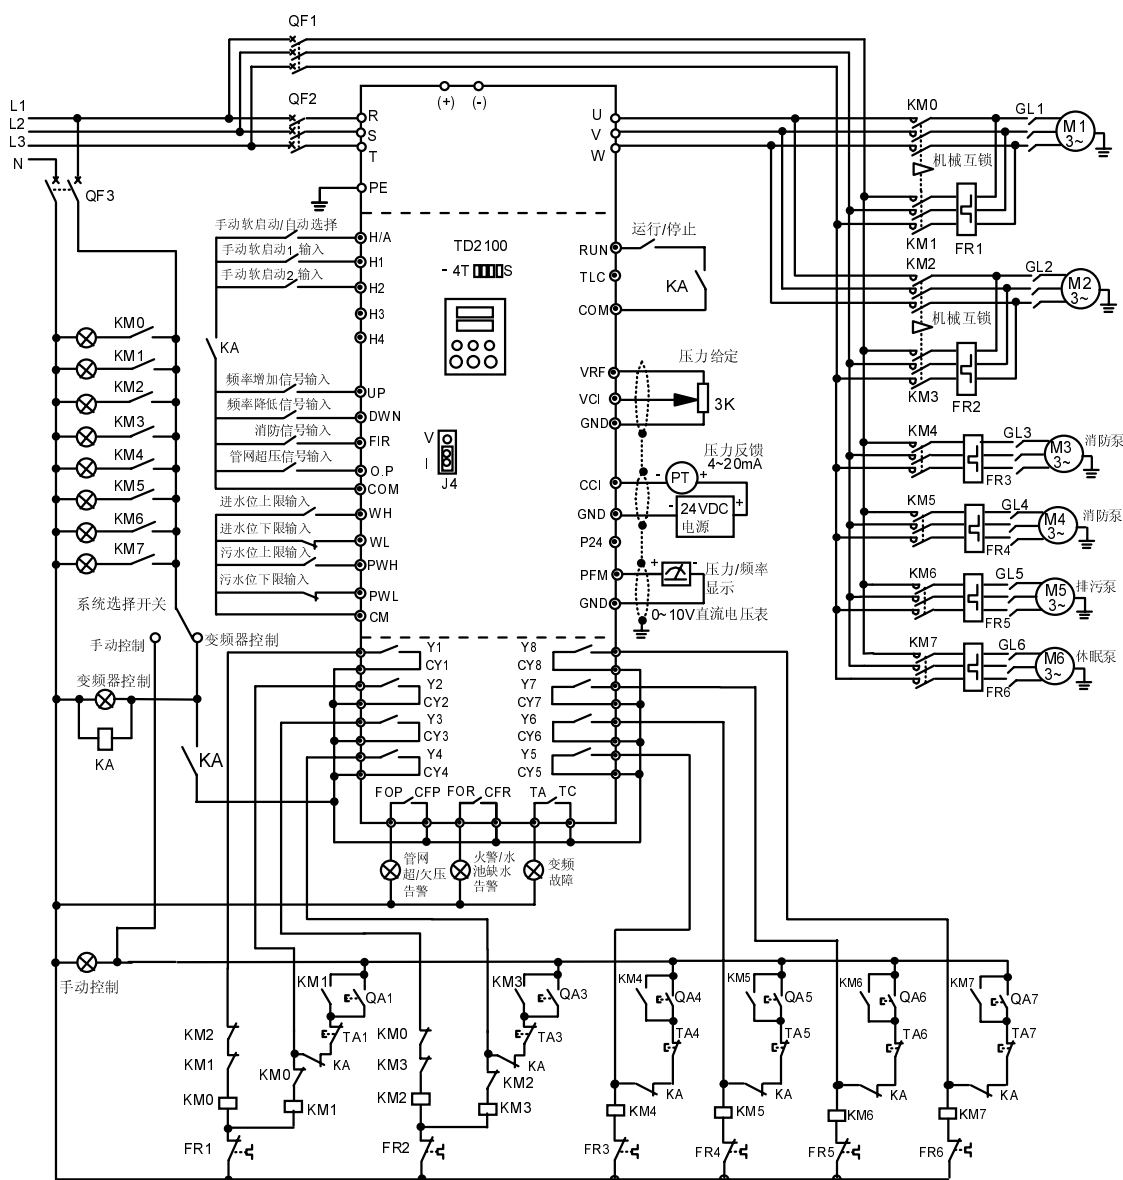

图3-13 带2台常规泵的变频循环方式（典型应用：2台常规泵一用一备方式）
10. F107=1: 端子控制为三线运转控制方式, 此种方式适用于采用电磁控制开关触点的场合; 也可以采用普通控制方式, 其接线见图3-13或表3-4, 此时F107=0;
2. 功能码设置见图3-13。